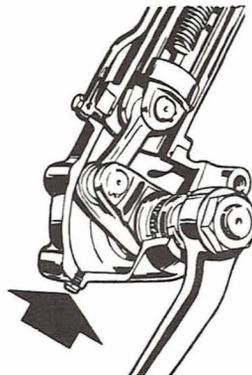

Fig. 10.2 - Tapon de drenaje
- Sacar el tapón de drenaje (fig. 10.2) de la caja inferior de la servodirección, girar el volante a la izquierda hasta la posición de tope. Poner en marcha el motor y dejarlo funcionar como máximo 10 segundos, hasta que el aceite sea vaciado de depósito y bomba. Parar el motor y girar el volante desde tope a tope, hasta que todo el aceite sea vaciado. Limpiar exteriormente el depósito. Sacar el elemento filtrante usado. Aceitar el soporte del filtro y montar un nuevo filtro.